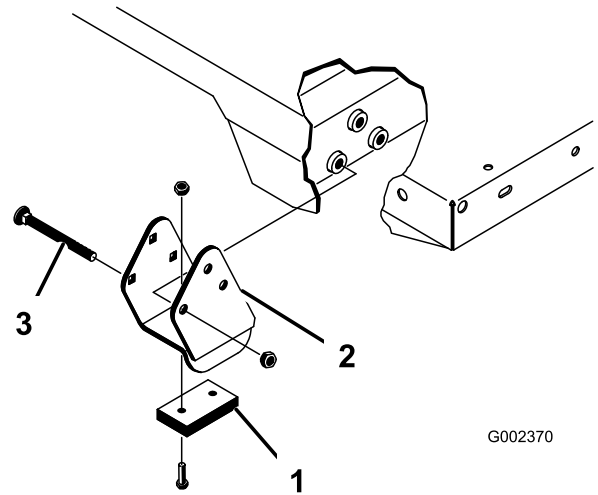

Figura 13
**Nota:** Asegúrese de que están instalados los espaciadores y las pletinas de desgaste (Figura 13), puesto que si no, puede dañarse la tapa del radiador. Las cabezas de los pernos de cuello cuadrado deben colocarse dentro de la máquina.